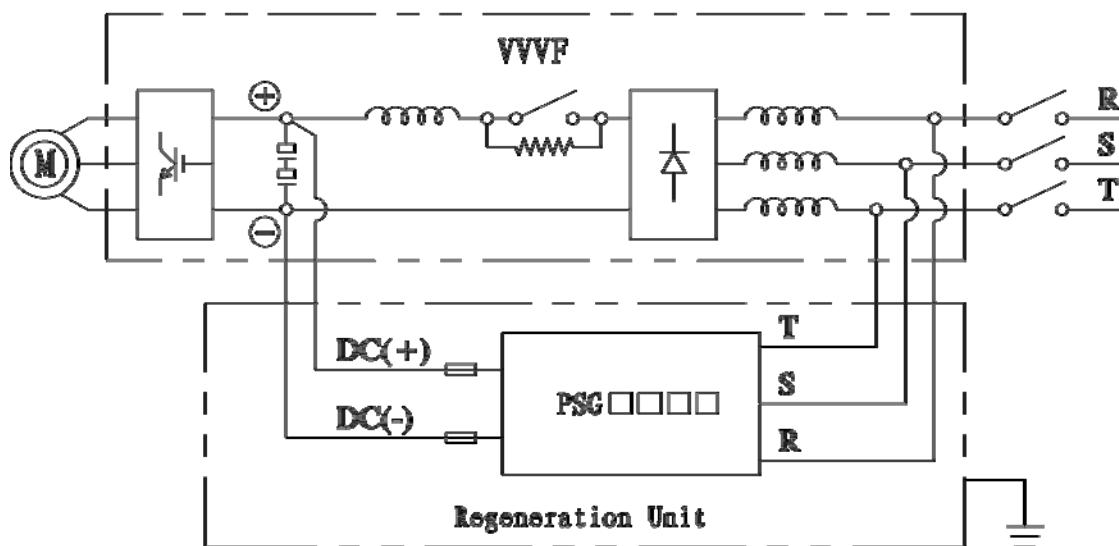
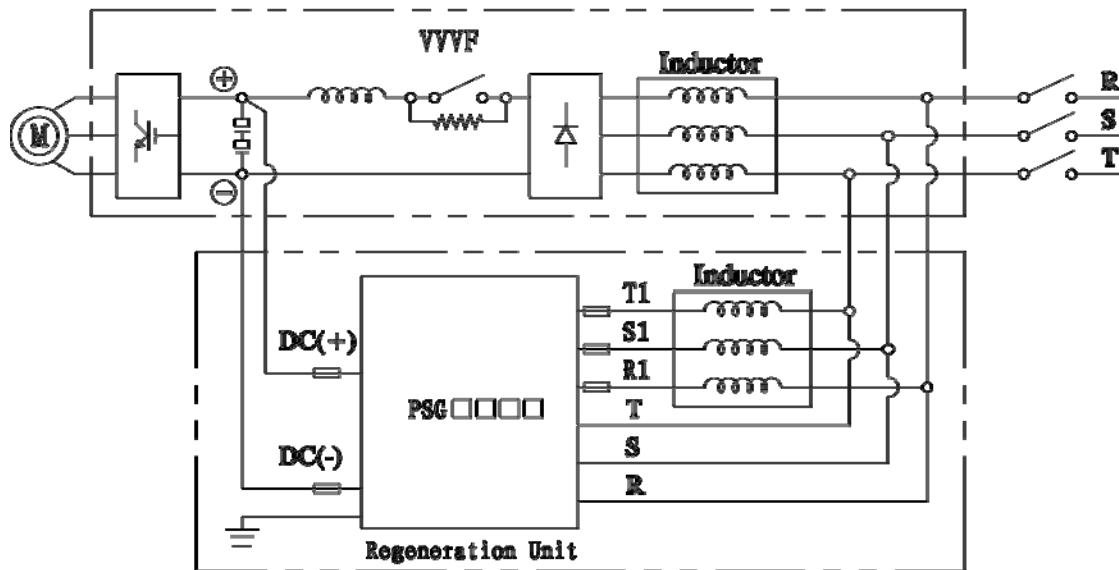

图 4-3 C2、C3、C4 机箱能量回馈装置与变频器主回路接线原理图
图 4-4 C5、C6 机箱能量回馈装置与变频器主回路接线原理图
R、S、T	三相电网同步信号接线端子。接法参见图 4-4。
R1、S1、T1	三相电抗器输出接线端子。接法参见图 4-4。
2、能量回馈装置与变频器主回路接线原理图，如图 4-3、图 4-4 所示。